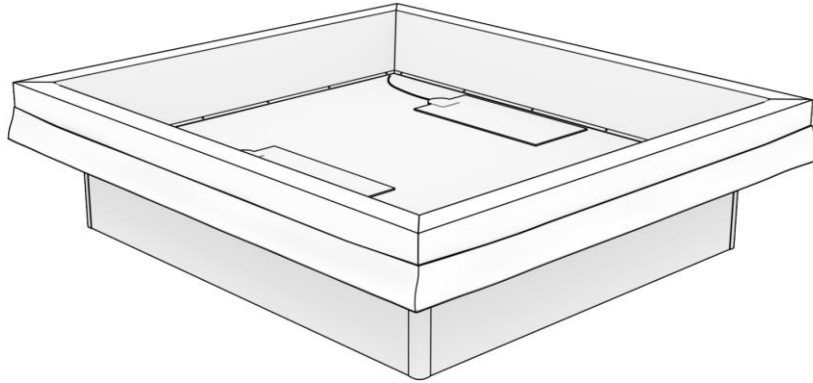

Abbildung 12: Positionieren des Schaumrandes
Schritt 13. Positionieren Sie die Schaumstoffumrandung wie in Abbildung 12 dargestellt auf dem Bezug und geradlinig mit dem unteren Teil des Bettbodens.